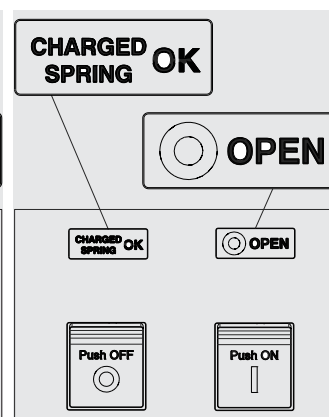

Рис. 23
2. Автоматический выключатель разомкнут, пружины механизма взведены (см. Рис. 23).